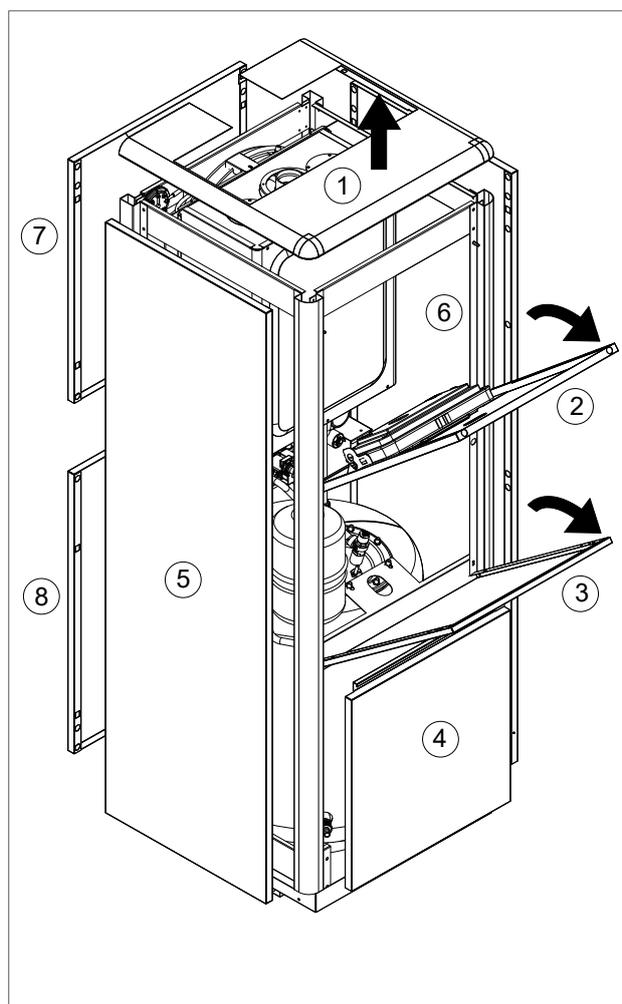

fig. 1
- › rimuovere le viti di fissaggio situate nella parte posteriore del coperchio '1' (fig.1), ed estrarre il coperchio esercitando forza verso l'alto.
- › afferrare il pannello '2' (fig.1) dalla parte superiore e ruotarlo verso il basso. Per estrarre completamente il pannello disimpegnare prima il pannello comandi, della scheda elettronica, dalle staffe di supporto. Poi rimuovere le viti di fissaggio situate internamente nella parte bassa del pannello.
- › afferrare il pannello '3' (fig.1) dalla parte superiore e ruotarlo verso il basso. Per estrarre il pannello rimuovere le viti di fissaggio situate internamente nella parte bassa pannello.
- › estrarre i pannelli '4-5-6-7-8' (fig.1), fissati a pressione, esercitando forza verso l'esterno.
- > Seguire la procedura descritta al capitolo 'ACCESSO ALLA CALDAIA' e ruotare il pannello '2' (fig.1);